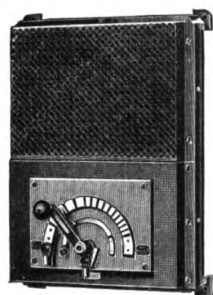

Abbildung 14
- a) Widerstand und Stufenschalter *vereinigt* (vgl. Abbildung 14 bis 17, sowie 3 in Heft 9, Jahrgang 1907);
Gleichstrom-Regulieranlasser in gewöhnlicher Ausführung für Motorleistungen bis 25 P.S. (Stufenschalter und Widerstand vereinigt); Tourenregulierung: wie bei Anlasser Abbildung 14
¹ Anlaß- und Nebenschlußwiderstand können sowohl getrennt, als auch zu einem einzigen Apparat zusammengebaut geliefert werden. Letztere Konstruktion ist bei Schnellpressenbetrieb im allgemeinen vorzuziehen (vergleiche Abbildung 14, 15 und 16, sowie Abbildung 19 und 21).
Der wesentlichste Unterschied in der Konstruktion beider Anlasser besteht darin, daß der Kontroller eine drehbare Schaltwalze enthält, um welche die mit dem Gehäuse des Kontrollers fest verbundenen Kontaktbürsten gelagert sind (vergleiche Abbildung 20 und 24), während der normale Anlasser eine feste Kontakt- oder Stufenscheibe (Stufenschalter) besitzt und durch Bewegung einer Handkurbel das Ein- bzw. Ausschalten der Drahtspiralen erreicht wird (vergleiche Abbildung 14 bis 18).